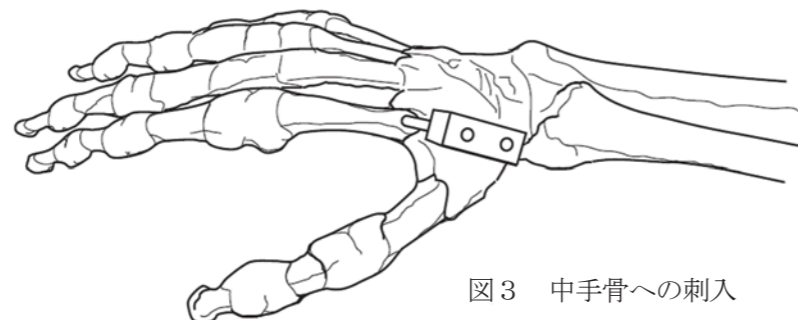

図3 中手骨への刺入
- ③ 刺入位置、角度を決めます。最初に中手骨近位に刺入します。このピンの刺入位置と角度は重要です。
- ④ 位置は中手骨骨底部のやや広がった部分です。角度は前額面から45°の角度をつけて刺入します。この時、中手間関節及び掌側の骨間筋や背側の伸展機構を損傷しないようにしてください。(図3)
- ⑤ ドリリングをおこないます。まず刺入位置、角度が決まったら小切開します。シース付ガイドを差込み、付属の段付ツイストドリルで反対側の皮質骨を貫通するまでドリリングします。(図3) その際、低速で湿潤を保ちながらドリリングを行ないます。シース付ガイドやドリルが滑る場合は骨膜を剥離したほうがよいでしょう。
- ⑥ 中手骨近位にピンを刺入します。付属のピンインサーターを使用し、手回しにて刺入します。反対側の皮質骨を貫通したら刺入を終わります。ピンは1回転で約1mm刺入されます。ピンのねじれによる破損に注意します。若年層の場合、皮質骨が硬いので特に注意します。**※ピンを奥までしっかり入れてください。側面の穴から確認することができます。**
- ⑦ つぎにシース付ガイドのシースがない方の穴に刺入したピンを挿入します。中手骨遠位の刺入位置を決め、同様にドリリングの後、ピンインサーターを用いてピンを刺入します。